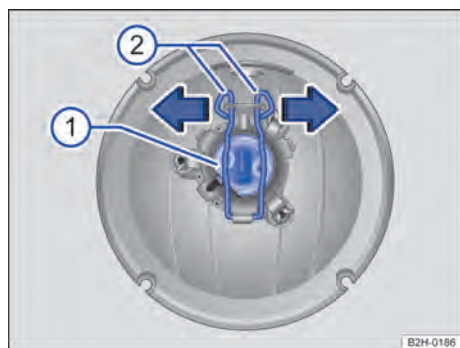

Fig. 166 Iluminação adicional no teto do veículo: trocar a lâmpada incandescente.
6. Pressionar as travas para baixo e desprender no sentido da seta → Fig. 166 ②.
7. Puxar o suporte da lâmpada para fora do refletor → Fig. 166 ①.
10. Pressionar as travas para baixo e encaixar no sentido contrário à seta → Fig. 166 ②.